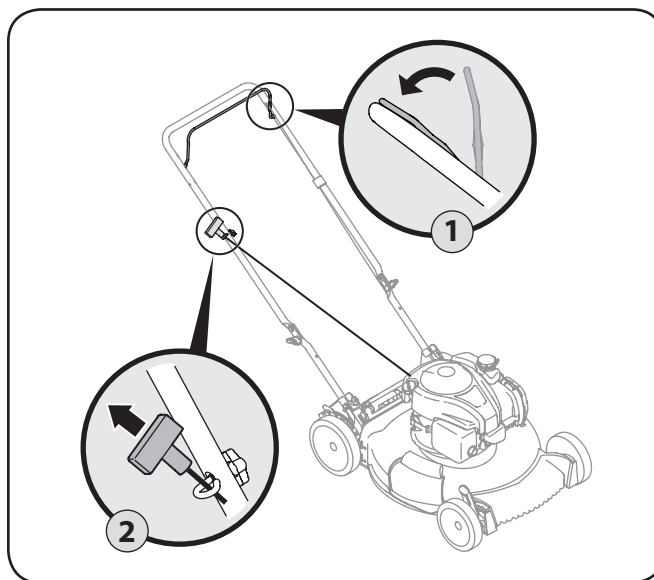

Figura 5-1
2. Sostenga firmemente las dos manijas juntas, tome la manija del arrancador de retroceso y tire de la cuerda para sacarla con un movimiento rápido y continuo. Vea Figura 5-1. Mantenga firme la manija del arrancador, deje que la cuerda regrese lentamente al arrancador. Repita hasta que el motor esté en marcha. Deje que la cuerda se enrosque lentamente de regreso.